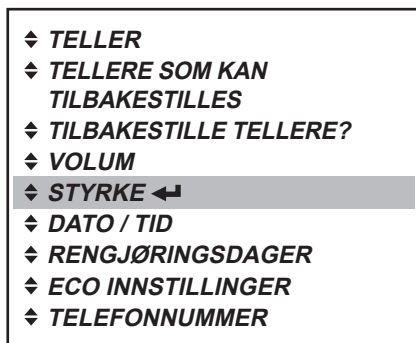

Fig. 36
1. Trykk enterknappen **↵** for å gå til «STYRKE» menyen (fig. 36).